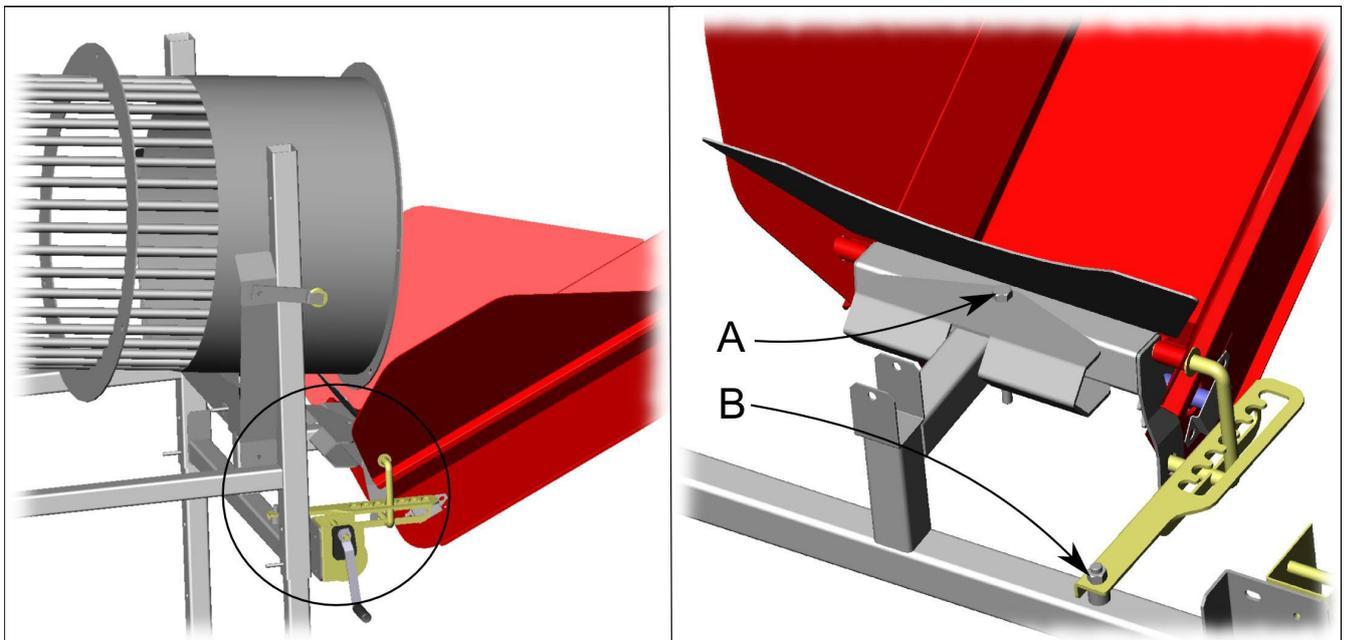

Abb. 4.
- Befestigen Sie den Förderer an der Bohrung A (Abb. 4) mit seiner Stürze.
- Befestigen Sie die Arretierung des Förderers an der Stelle B (Abb. 4) der Stütze.